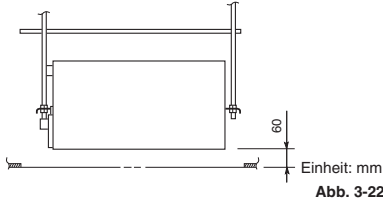

Abb. 3-22
(3) Der Abstand zwischen der Einheit und der Deckenöffnung sowie der Abstand zwischen der Unterfläche der Decke und der Unterfläche des Flansches an der Einheit sollte den in Abb. 3-22 angegebenen Maßen entsprechen. Zur Prüfung die mitgelieferte Installationslehre verwenden.